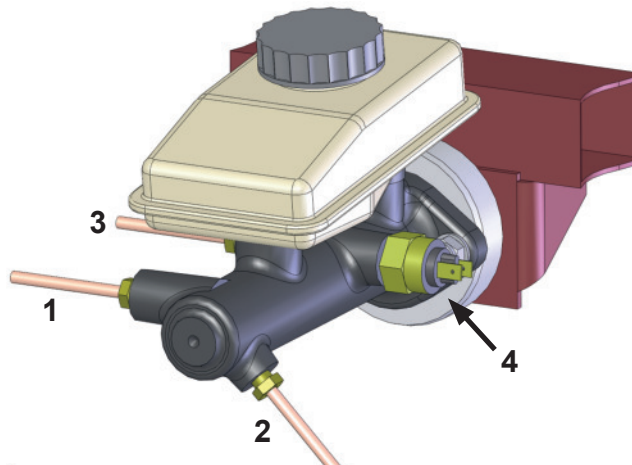

Fig. 1
- It is important that the two metal lines that go to the front wheel are threaded in the end of the master cylinder farthest away from the plunger. The rear line and the switch should go into the holes closest to the master cylinder push rod. Note the brake switch will now be coming out of the side of the master instead of the nose of it. See Fig.1
- Achten Sie darauf, dass die beiden Bremsleitungen der Vorderachse an die, in Fahrtrichtung, hinteren beiden Anschlüsse (1) und (2) des Hauptbremszylinders kommen. Die Leitung der Hinterachse und der Bremslichtschalter kommen an die, in Fahrtrichtung, vorderen Anschlüsse (3) und (4). Siehe Fig.1